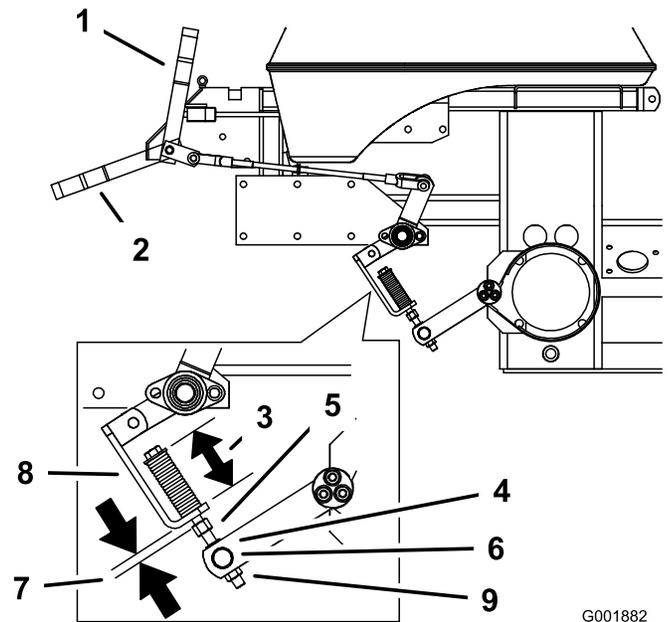

Figure 63
2. Mesurez la longueur du ressort. Les rondelles doivent être espacées de 70 mm (2-3/4 po)(Figure 63).
3. Si un réglage est requis, desserrez l'écrou de blocage situé sous le ressort et serrez l'écrou directement au-dessous de la chape (Figure 63). Modifiez le serrage de l'écrou jusqu'à ce que le ressort ait la longueur voulue. Serrez les deux écrous ensemble et répétez la procédure de l'autre côté de la machine.
6. Mesurez la distance entre le support de ressort et l'écrou de réglage sous le support. Elle doit être comprise entre 5 et 8 mm (1/4-5/16 po) (Figure 63).
7. Si un réglage est requis, desserrez l'écrou de blocage situé juste au-dessus du galet de tourillon. Tournez le contre-écrou sous le galet de tourillon jusqu'à obtention de l'écart voulu (Figure 63).
8. Serrez l'écrou de blocage juste au-dessus du galet (Figure 63).